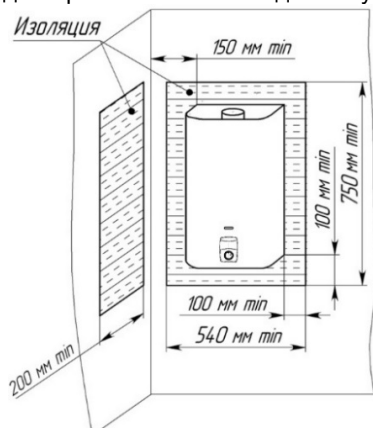

Рисунок 4. Установка водонагревателя на труднодоступных стенах
7.1.6. Допускается установка водонагревателя на труднодоступных стенах при условии изоляции стены оцинкованным листом толщиной 0,8...1 мм по листу базальтового теплоизоляционного картона БТК толщиной 3...5 мм. Изоляция стены должна выступать за габариты корпуса водонагревателя не менее чем на 100 мм с каждой стороны (рис. 4). Расстояние от боковых поверхностей водонагревателя до труднодоступных стен без применения изоляции должно быть не менее 250 мм. При уменьшении указанного расстояния до 150 мм необходима установка теплоизоляции (обивка стен оцинкованным листом по листу теплоизоляционного материала). При установке водонагревателя на несгораемых стенах устройство изоляции не требуется.